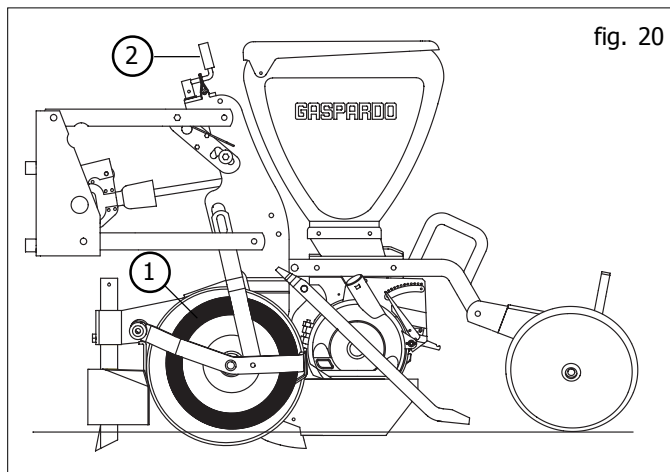

fig. 20
- Regolare la profondità di semina variando l'altezza delle ruote laterali (1 Fig. 20) agendo con la manovella (2 Fig. 20). Un indice numerato consente di registrare ad eguale misura tutti gli elementi.